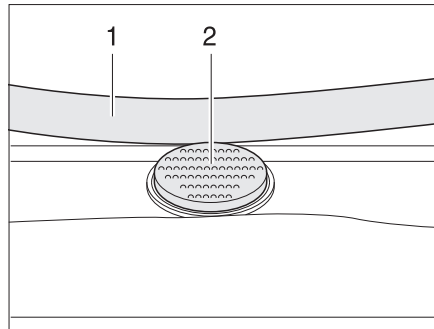

Fig. 47 Bouton de sûreté sur le lanterneau Heki
- Appuyer sur le bouton de sûreté (Fig. 47,2) et tirer l'étrier (Fig. 47,1) vers le bas avec les deux mains.
- Pousser l'étrier vers le haut avec les deux mains jusqu'à ce que ce dernier se trouve au-dessus du bouton de sûreté (Fig. 47,2).